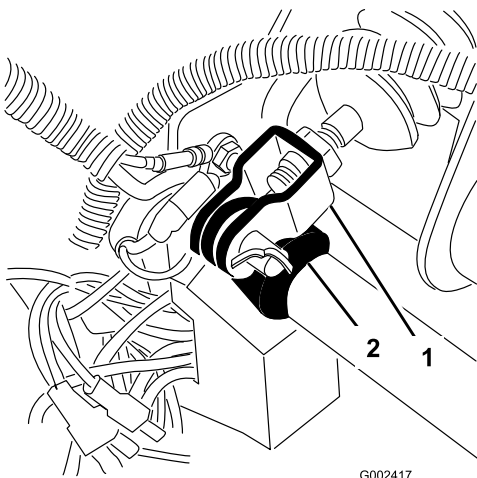

Figura 68
1. Retire el pasador de horquilla y la chaveta que fijan la horquilla del cilindro maestro al pivote del pedal de freno (Figura 68).
3. Afloje las contratueras que fijan la horquilla al eje del cilindro maestro (Figura 68).